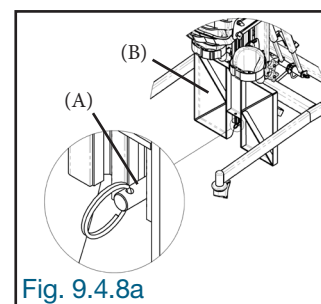
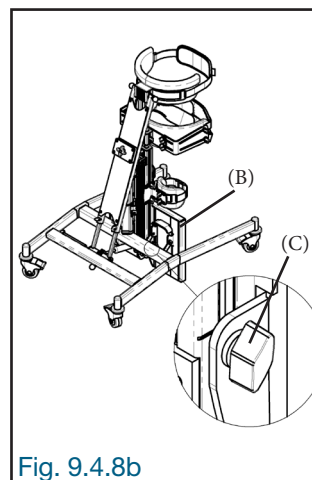
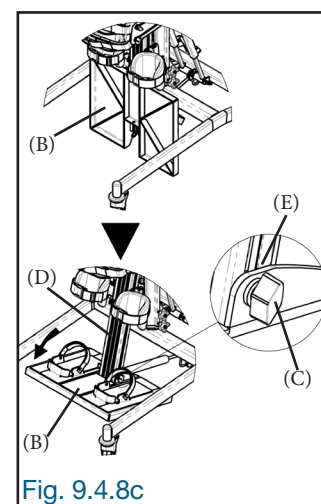

Fig. 9.4.8a
Fig. 9.4.8b
Fig. 9.4.8c
9.4.8 Retirer la goupille à dégagement rapide (A) sous le plateau de pieds (B) (Fig. 9.4.8a). Desserrer légèrement les boutons de blocage (C) de chaque côté du plateau de pieds (B) (Fig. 9.4.8b). Basculer le plateau de pieds (B) vers le bas, de façon qu'il soit perpendiculaire au châssis (D). S'assurer que celui-ci soit aligné sur la marque de positionnement (E) (Fig. 9.4.8c). Bien resserrer les boutons de blocage (C) de chaque côté du plateau de pieds (B) (Fig. 9.4.8c).